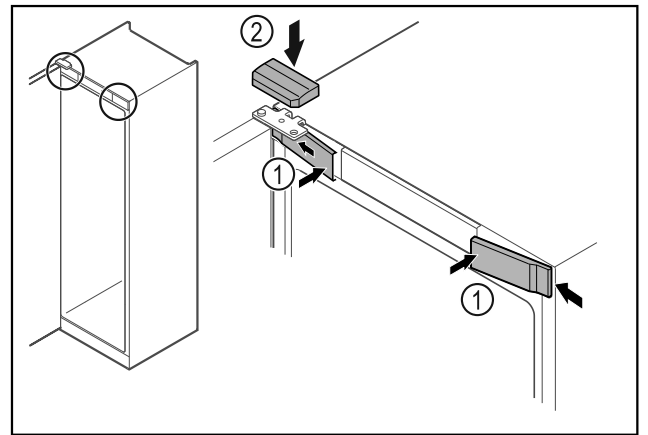

Fig. 49 \*
- ▶ Передні кришки Fig. 49 (1) зачепити збоку та зафіксувати.\*
- ▶ Зафіксуйте верхню кришку Fig. 49 (2) зверху.\*